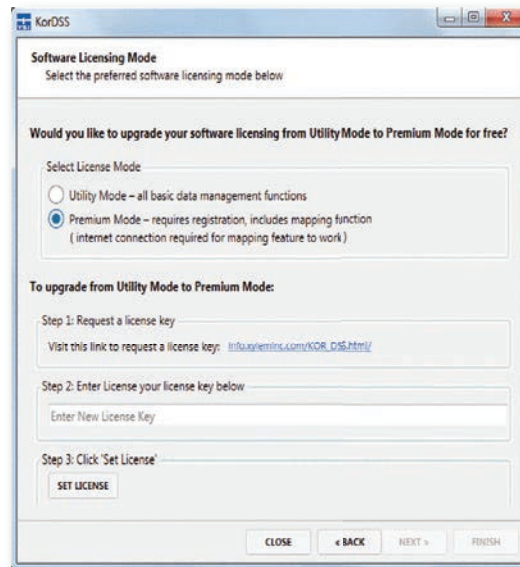

Figure 85 Écran Mode d'obtention de licence pour logiciel
2. Dans l'écran Mode d'obtention de licence pour logiciel, sélectionnez **Mode Premium** si vous voulez afficher les lieux d'échantillonnage sur une carte (connexion Internet exigée) (Figure 85). Pour bénéficier d'une mise à niveau gratuite au mode Premium, suivez le lien, enregistrez votre ProDSS, puis utilisez le code qui vous a été envoyé par e-mail pour bénéficier du mode Premium. Vous pouvez effectuer une mise à niveau au mode Premium à tout moment en accédant à l'onglet Fichier de KorDSS.